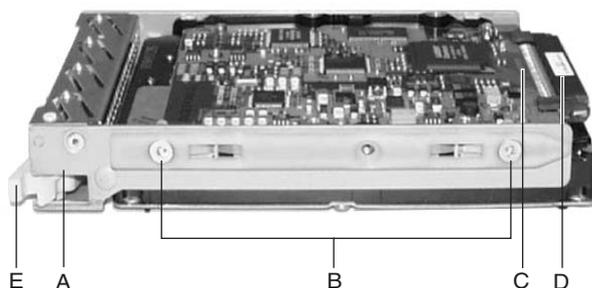

Figura 4-1 Unidade de disco rígido no suporte da unidade
4. Posicione a unidade de forma que o conector fique próximo às partes superior e traseira do suporte da unidade. A Figura 4-1 mostra a orientação da unidade no suporte. O suporte está de cabeça para baixo nesta figura.